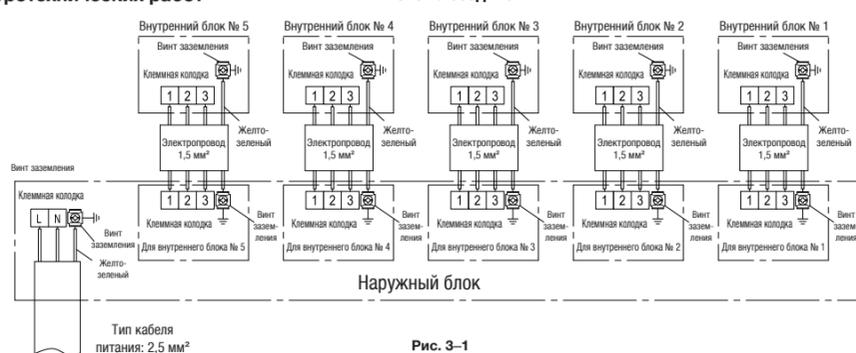

Рис. 3-1
- (1) Клеммные блоки для соединения внутренних и наружных кабелей необходимо устанавливать начиная справа в последовательности 1, 2, 3, 4, 5 в соответствии с системой нумерации блоков, как показано на схеме. Самый крайний слева клеммный блок предназначен для подключения питания.
- (2) Подключите электропроводку между внутренним и наружным блоками в соответствии со схемой на рис. 3-1. Не допускайте неправильного подключения соединений. При неправильном подключении возможны нарушения в работе устройства и выход из строя.
- (3) Соединительный провод должен быть закреплён лентой, расположенной рядом